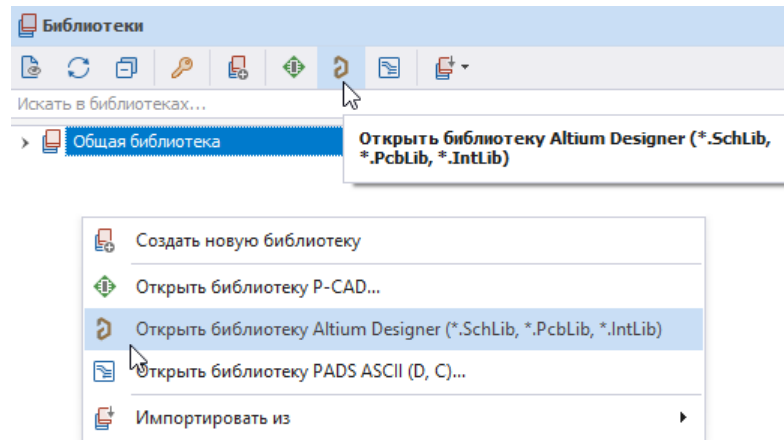

Рис. 2 Вызов импорта библиотеки для просмотра
1. Вызовите окно проводника из контекстного меню панели «Библиотеки» или, используя кнопку «Открыть библиотеку Altium Designer (\*.SchLib, \*.PcbLib, \*.IntLib)», обозначенную символом  на встроенной панели инструментов панели «Библиотеки», см. Рис. 2.